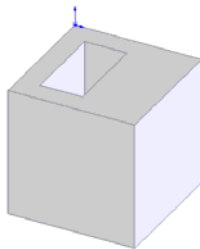

图 3-134 抽壳的图形
**04** 确认抽壳特征。单击“抽壳”属性管理器中的“确定”图标按钮，结果如图 3-134 所示。